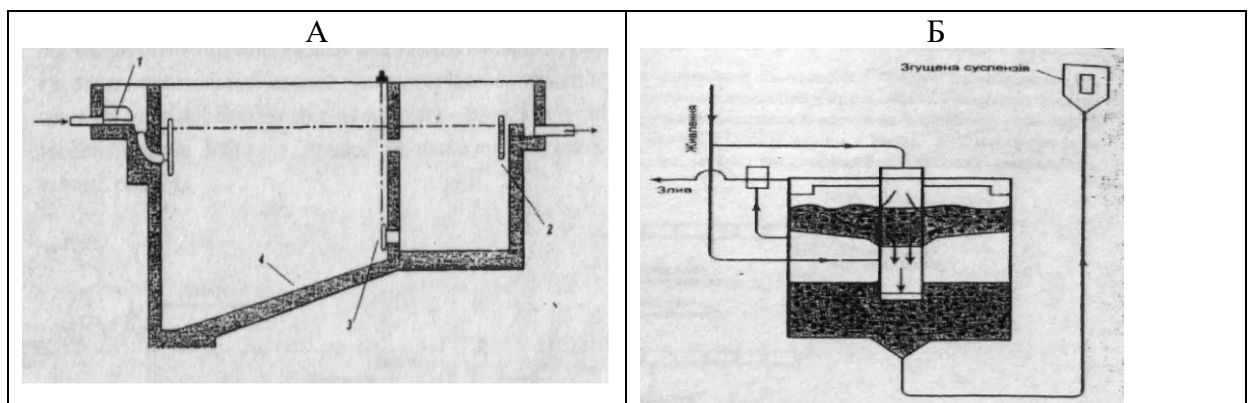

Рисунок 9.6 – Схема септикотенка (А) і двофазного відстійника (Б).
3. **Септикотенки і двофазні відстійники** призначені для одночасного осадження речовин зі стічної рідини і анаеробного розкладу вихідного осаду (рис. 9.6).